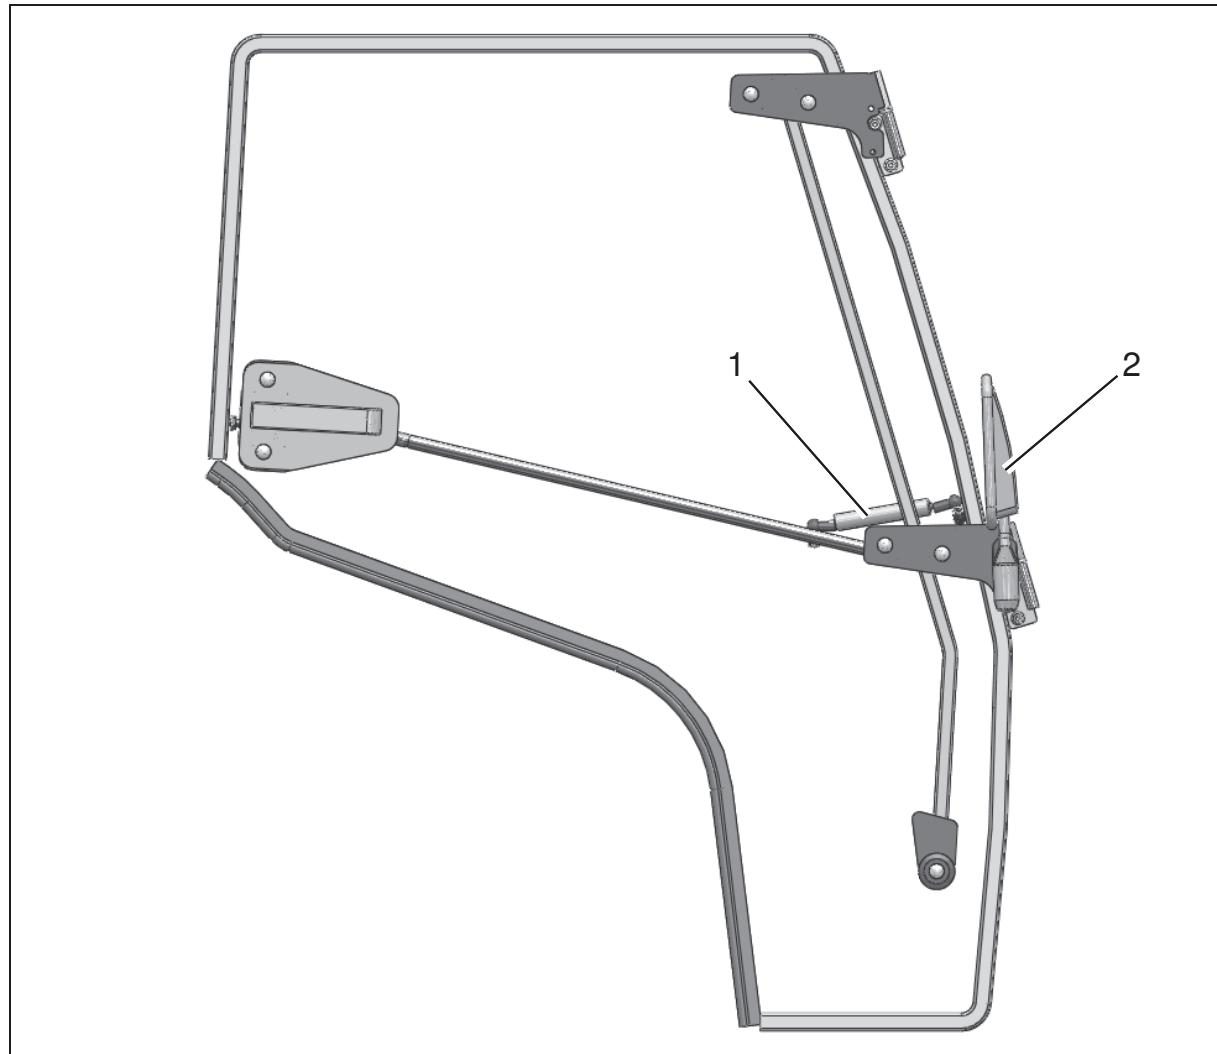

Abb.10
5. Anschlagwinkel links und rechts auf der Sitzkonsole (Abb. 10/2) mit Blechschrauben Ø 4,8 (Bohrung Ø 3,8 mm) befestigen und das Kantenprofil aufstecken.
6. Gasfeder (Abb. 10/1) links und rechts einbauen
7. Außenspiegel (Abb. 10/2) links und rechts anbauen.